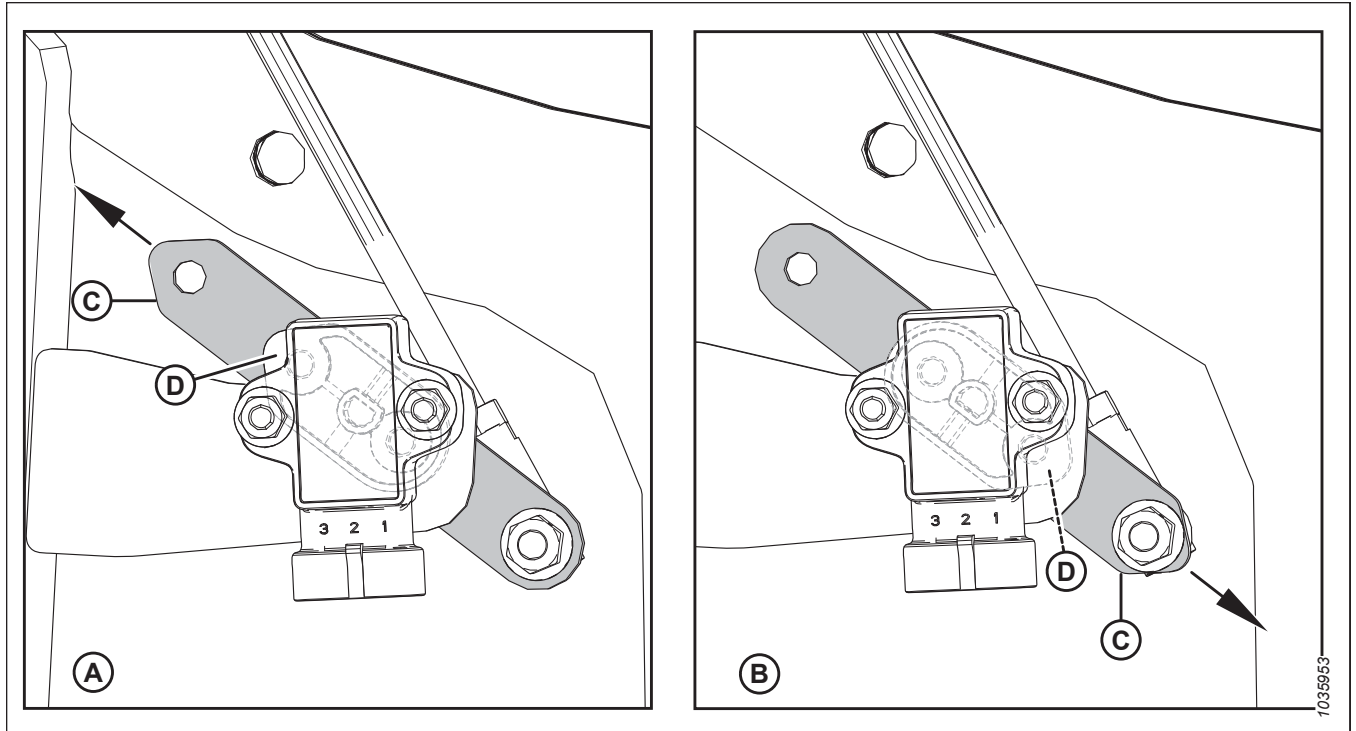

Рисунок 3.329: Конфігурації важеля/вказівника датчика
4. Перевірте правильність конфігурації важеля (C) і вказівника датчика (D) для вашої машини. Для цього див. рис. 3.329, стор. 229.